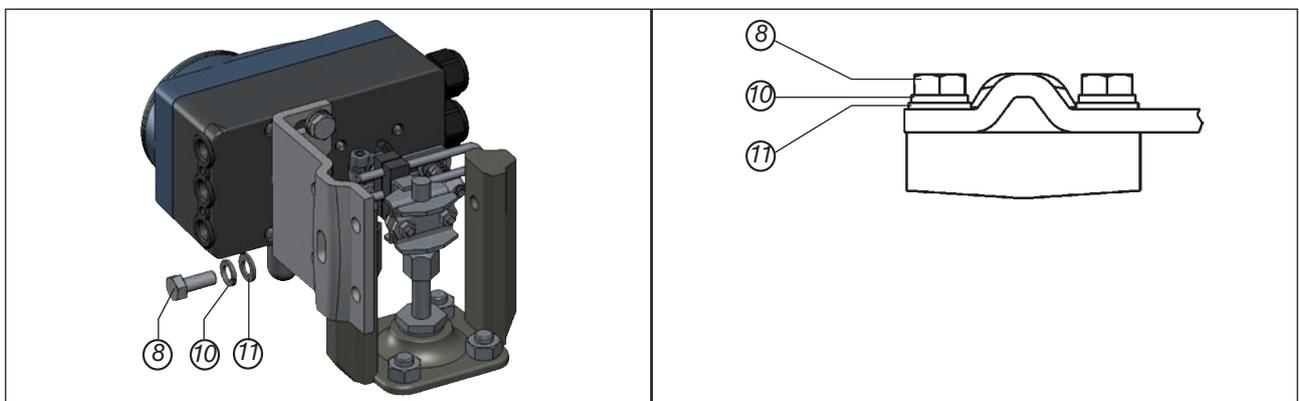

Bild 25: Positioner mit Anbauwinkel befestigen; bei Antrieben mit Gussrahmen
→ Anbauwinkel mit einer oder mehreren Sechskantschrauben (8), Scheiben (11) und Federringen (10) am Gussrahmen befestigen (siehe „Bild 25“).